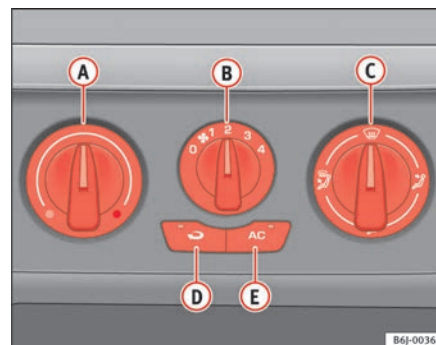

Fig. 89 Comandos do Ar Condicionado no painel de instrumentos
- Com os reguladores ⇒ fig. 89 (A) e (C) e com o comando (B) é ajustada a temperatura, a distribuição do ar e a velocidade do ventilador.
- Prima o botão (D) ou (E), para ligar ou desligar a função correspondente. Quando a função estiver activada, acende-se um aviso vermelho no botão.